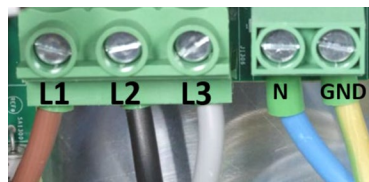

Figure 3 : Bornes du fil AC de l'onduleur
- Lors de l'installation de plusieurs onduleurs, tous les onduleurs et l'unité de l'interface de backup doivent avoir la même séquence de phases et un mappage de phases cohérent. Figure 3 montre les bornes du fil AC de l'onduleur.
La Figure 3 montre le schéma général du système avec Backup et stockage. L'interface backup communique avec l'onduleur Hub Home (maître) via un bus RS485. Pour des informations détaillées sur l'installation de l'Interface Backup de l'onduleur, reportez-vous à leurs manuels d'installation. Les onduleurs esclaves illustrés sur ce schéma peuvent être n'importe lequel des onduleurs répertoriés dans le tableau fourni plus haut, combinés à leurs batteries respectives compatibles.